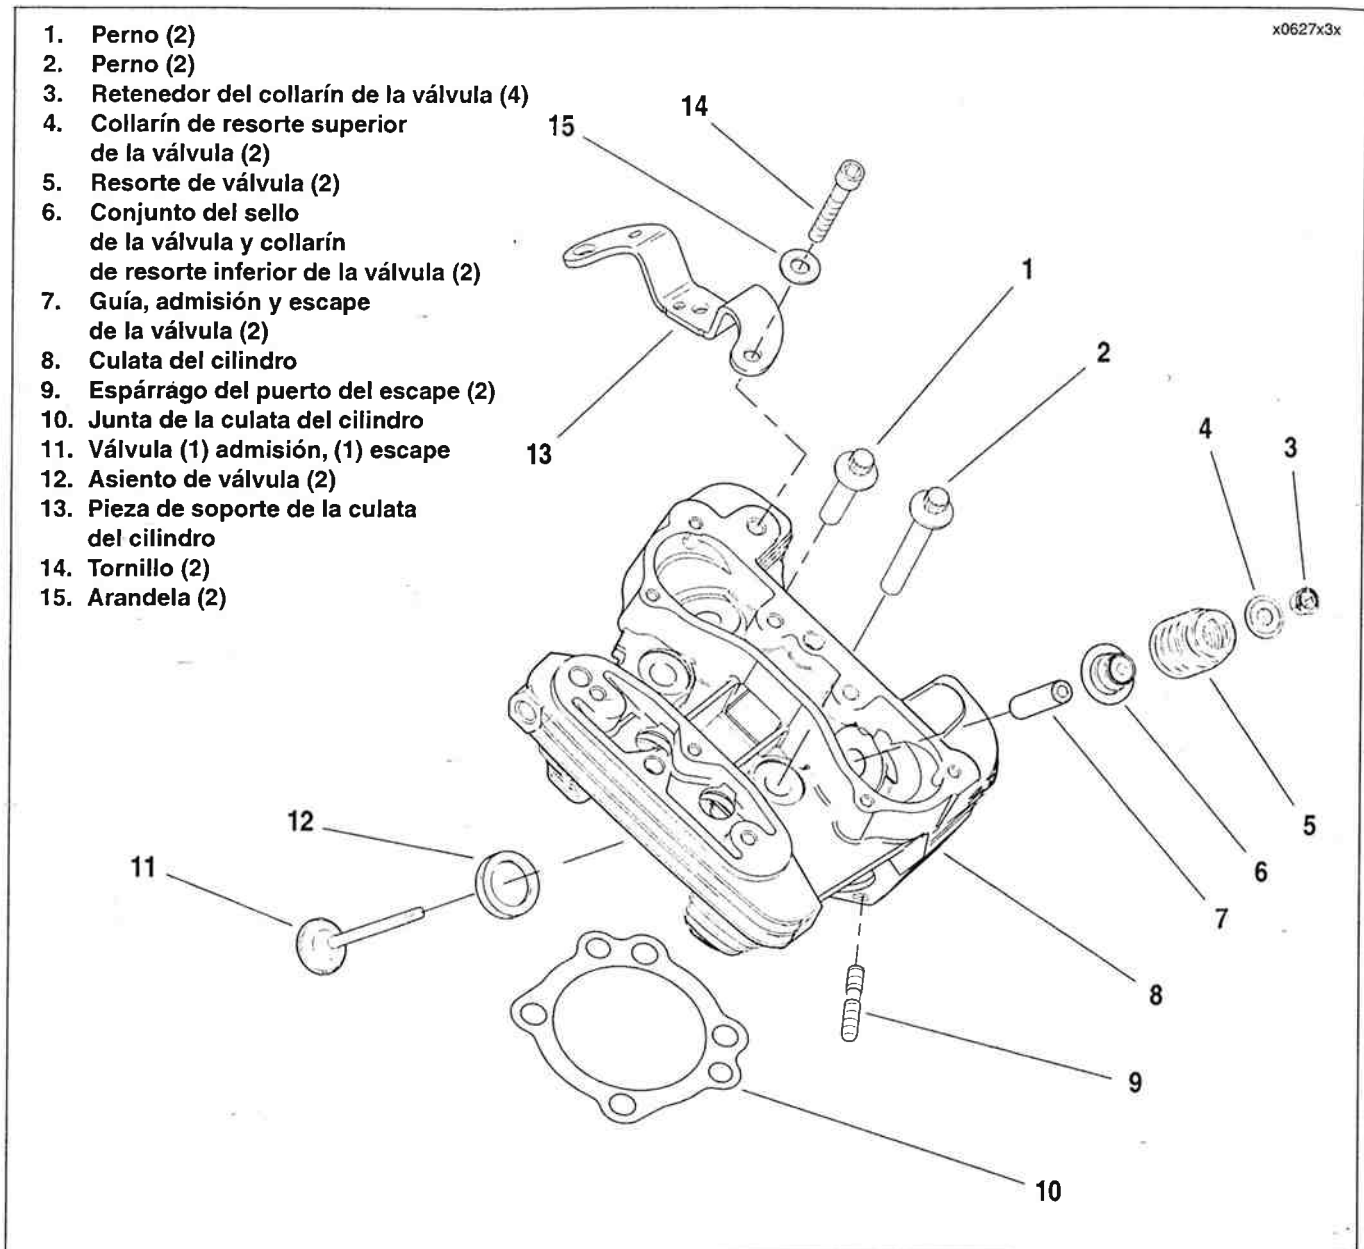
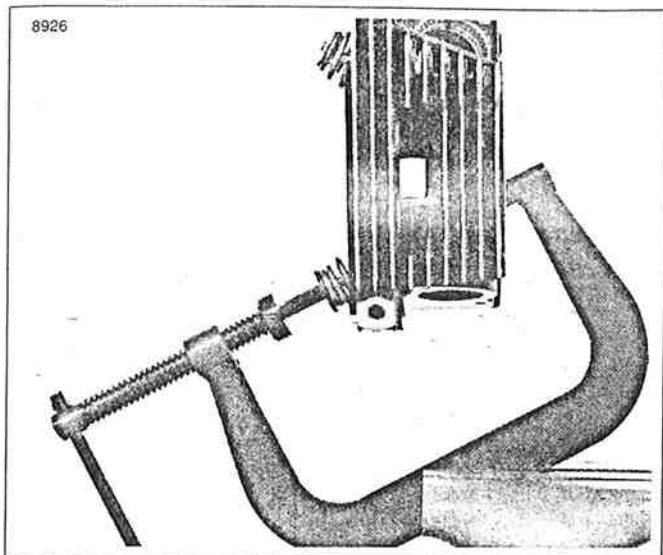

Figura 3-24. Conjunto de la culata del cilindro, cilindro y pistón
Figura 3-25. Compresión de resortes de válvula (compresor de resorte de válvula, HD-34736-B)
1. Vea la Figura 3-24. Vea la Figura 3-25. Sostenga el COMPRESOR DE RESORTE DE VÁLVULA (HD-34736-B) en una prensa de banco y comprima el resorte de la válvula (artículo 5, Figura 3-24.).
2. Vea la Figura 3-24. Quite los retenedores del collarín de la válvula (3), collarín del resorte superior de la válvula (4) y resorte de la válvula (5). Marque los retenedores de collarín de la válvula para volverlos a montar en sus posiciones originales.
4. Con la mano extraiga la válvula (11), sello de la válvula y conjunto del collarín del resorte inferior de la válvula (6). No se necesitan herramientas especiales para extraer el conjunto del sello de la válvula y collarín del resorte inferior de la válvula.